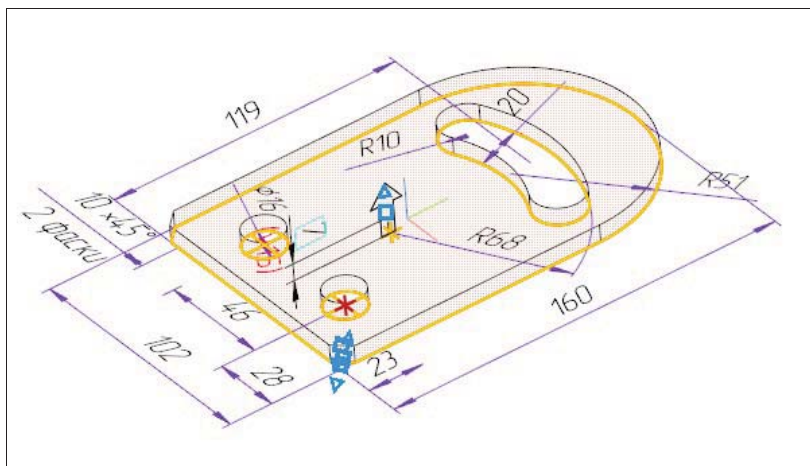

Рис. 19.16. Модель Планка
- ◆ из панели **Элементы тела** нажмите кнопку **Элемент выдавливания**. На панели **Параметры: Элемент выдавливания** задайте глубину выдавливания. У вас должен появиться фантом модели как на рис. 19.16;